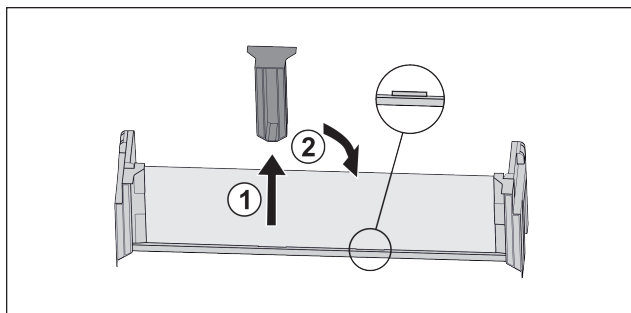

Fig. 26
- ▶ Snemite sredinski držalni del Fig. 26 (1).
- ▶ Sredinski držalni del vstavite na drugem položaju Fig. 26 (2).